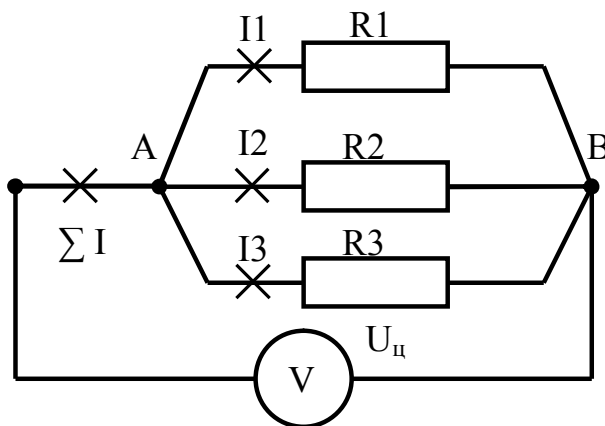

Рис. 8
2. Установите переключатели в следующие положения: SA3 в положение  $U_{ц}$ ; SA2  $\rightarrow I_{вх}(I_{исх})$ ; SA1  $\rightarrow I_1$ . Снимите показания вольтметра ( $U_{ц}$ ) и миллиамперметра (I1) и запишите в таблицу 1 (рис. 8).